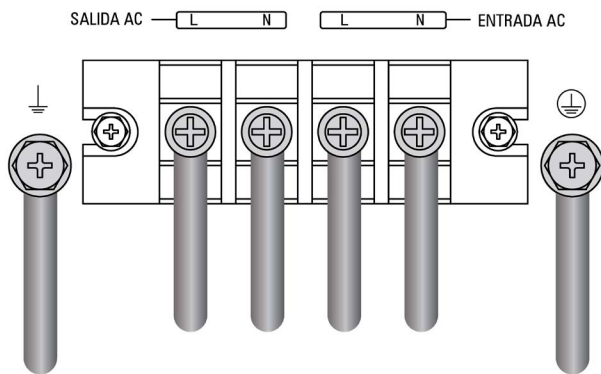

Fig. 22. Bornes E/S SLC 6000/10000 TWIN RT3 LION.
Es importante respetar la polaridad indicada en la Fig. 22, según modelo, antes de conectar la alimentación.
- Bien al retirar el conector hembra del zócalo donde está insertado. Este conector lleva conectado un cable a modo de puente que cierra el circuito (ver Fig. 22-A).
- O al accionar el pulsador externo al equipo y de propiedad del usuario e instalado entre los terminales del conector (ver Fig. 22-B). La conexión en el pulsador deberá estar en el contacto normalmente cerrado **-NC-**, por lo que abrirá el circuito al accionarlo.